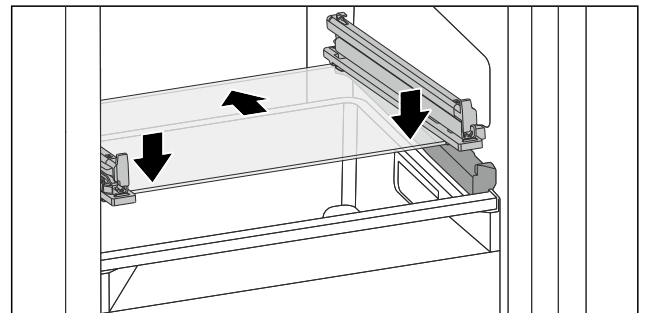

Fig. 109 Glasplatte des abklippbaren Schubfachs
- ▶ Glasplatte schräg hinter den Stopperr aufsetzen. (siehe Fig. 109)